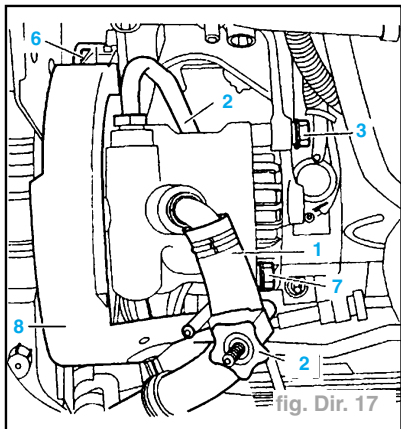

fig. Dir. 17
- les vis (6) et (7) (fig. Dir. 17),